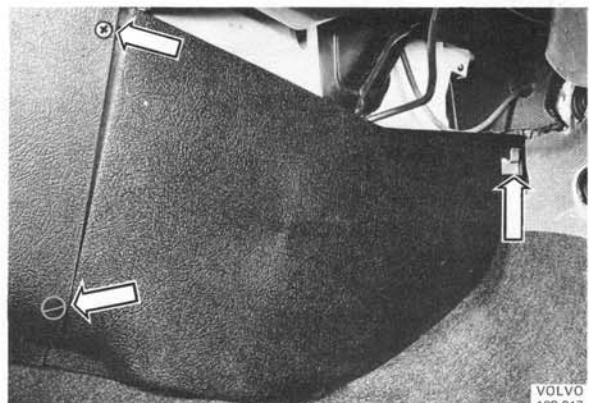

Abb. 77 Ausbau der rechten Verkleidungswand für die Kombinationsheizanlage
3. Rechte Seitenwandverkleidung des Klimatorgehäuses ausbauen (Abb. 77).